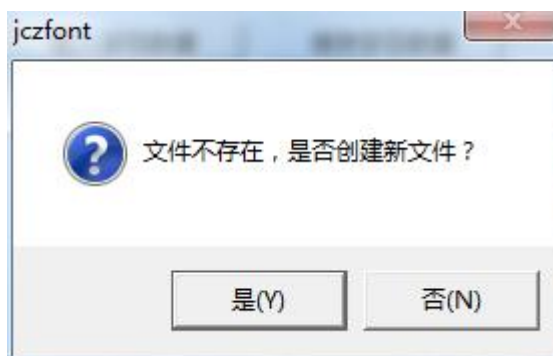

图 5-26 新建 jcz 文件
3、此时系统会在 ezcad2\font 目录中会寻找文件名为“EZCAD0521”的字体文件，找不到此文件系统会提示如图 5-26 所示对话框，提示用户是否要创建此文件。